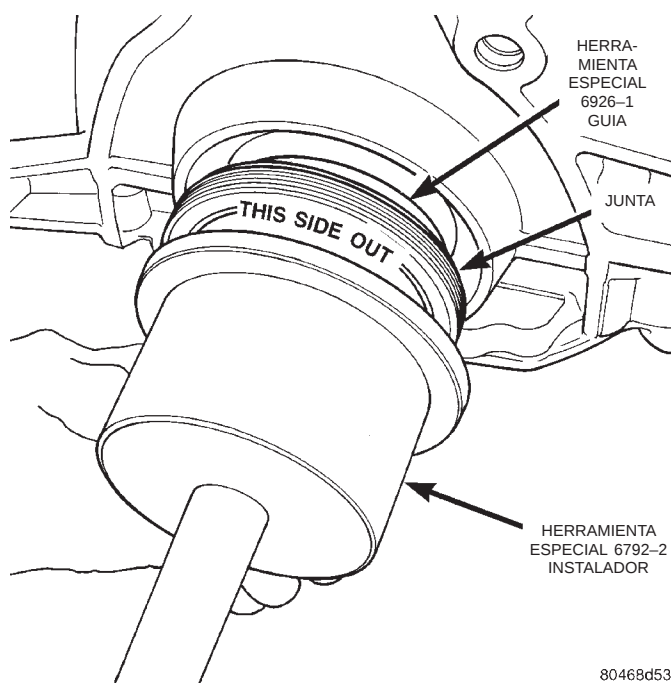
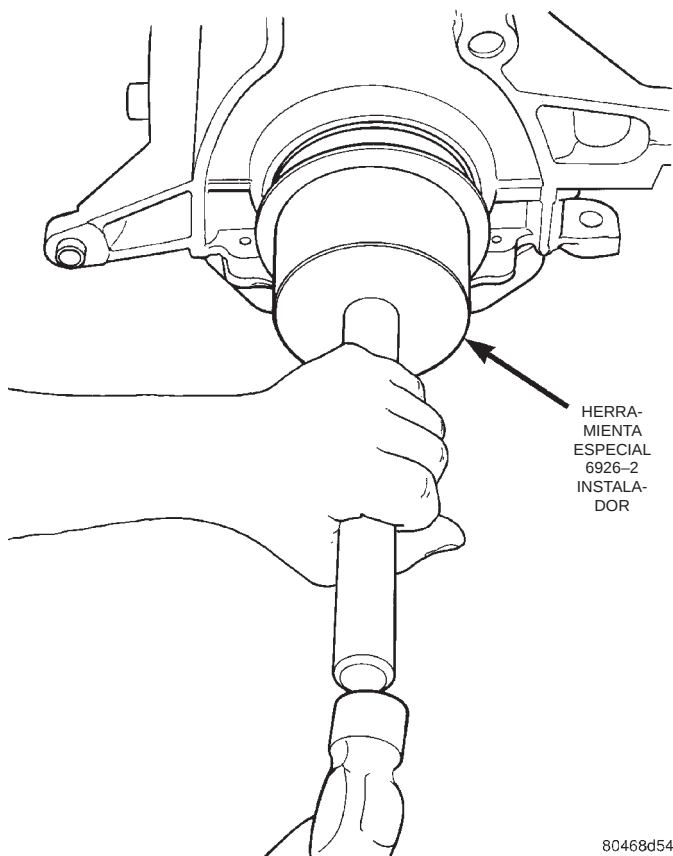

Fig. 99 Herramienta especial de junta de cigüeñal 6926-2
Fig. 100 Instalación de la junta trasera del cigüeñal CIGÜEÑAL
(3) Empuje la junta en el bloque con la herramienta especial 6926-2 y el mango C-4171 (Fig. 99) hasta que la herramienta llegue al fondo y toque el bloque (Fig. 100).